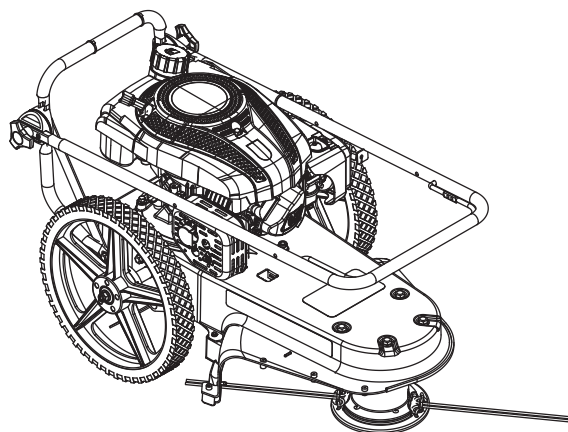

FIGURE 2
4. Sortir la débroussailleuse du carton. **VOIR FIGURE 2.**